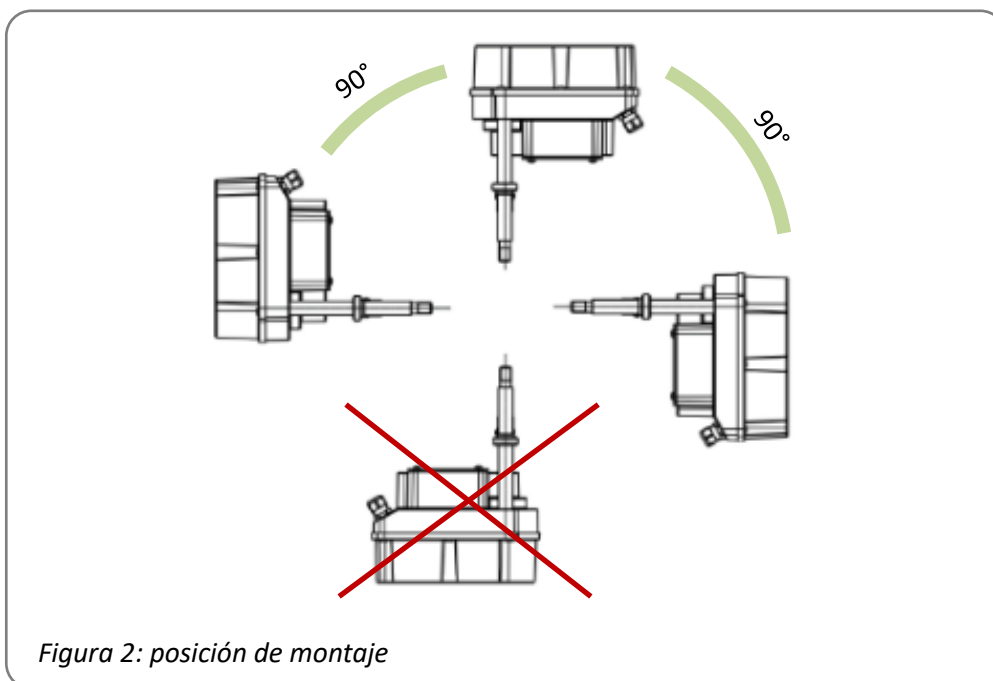

Figura 2: posición de montaje
- La posición de montaje es opcional con la excepción de «cubierta hacia abajo» (Figura 2).